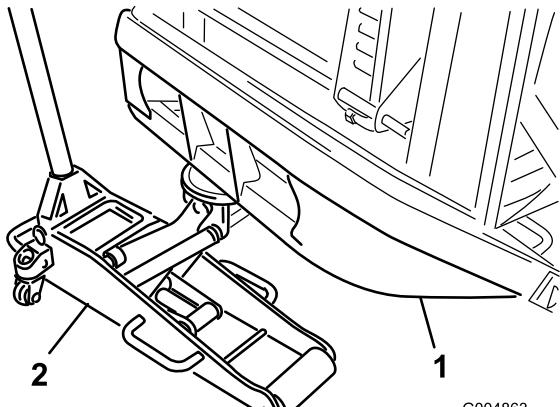

Figura 31
1. Collocate un martinetto adatto allo scopo sotto il tubo del paraurti posteriore e sollevate le ruote posteriori dal suolo (Figura 31).